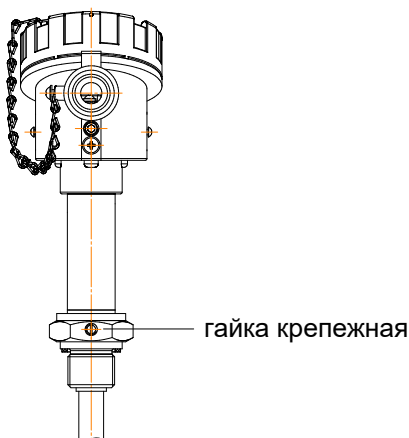

Рисунок 5.1 – Расположение крепежной гайки на корпусе УПМ-51
- 1) отвинтить крепежные гайки (3 шт) на корпусе уровнемера (рисунок 5.1);